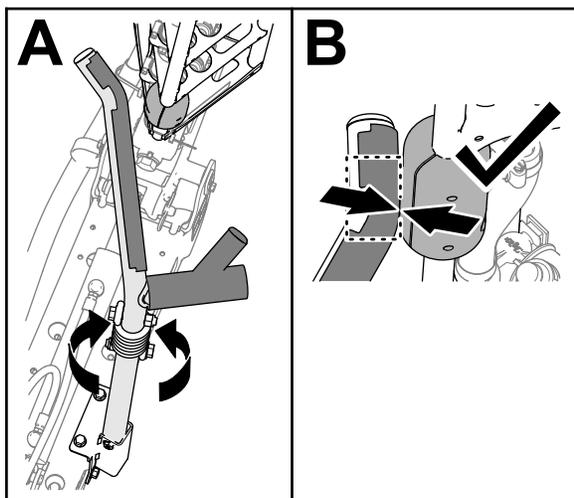

Figura 107
4. Gire el conjunto del soporte hasta que la curva del tubo esté alineada con el tope deslizante del tubo superior del brazo exterior (Figura 107).
Nota: Los topes deben entrar en contacto con el soporte en la curva del tubo superior del soporte (Figura 107).